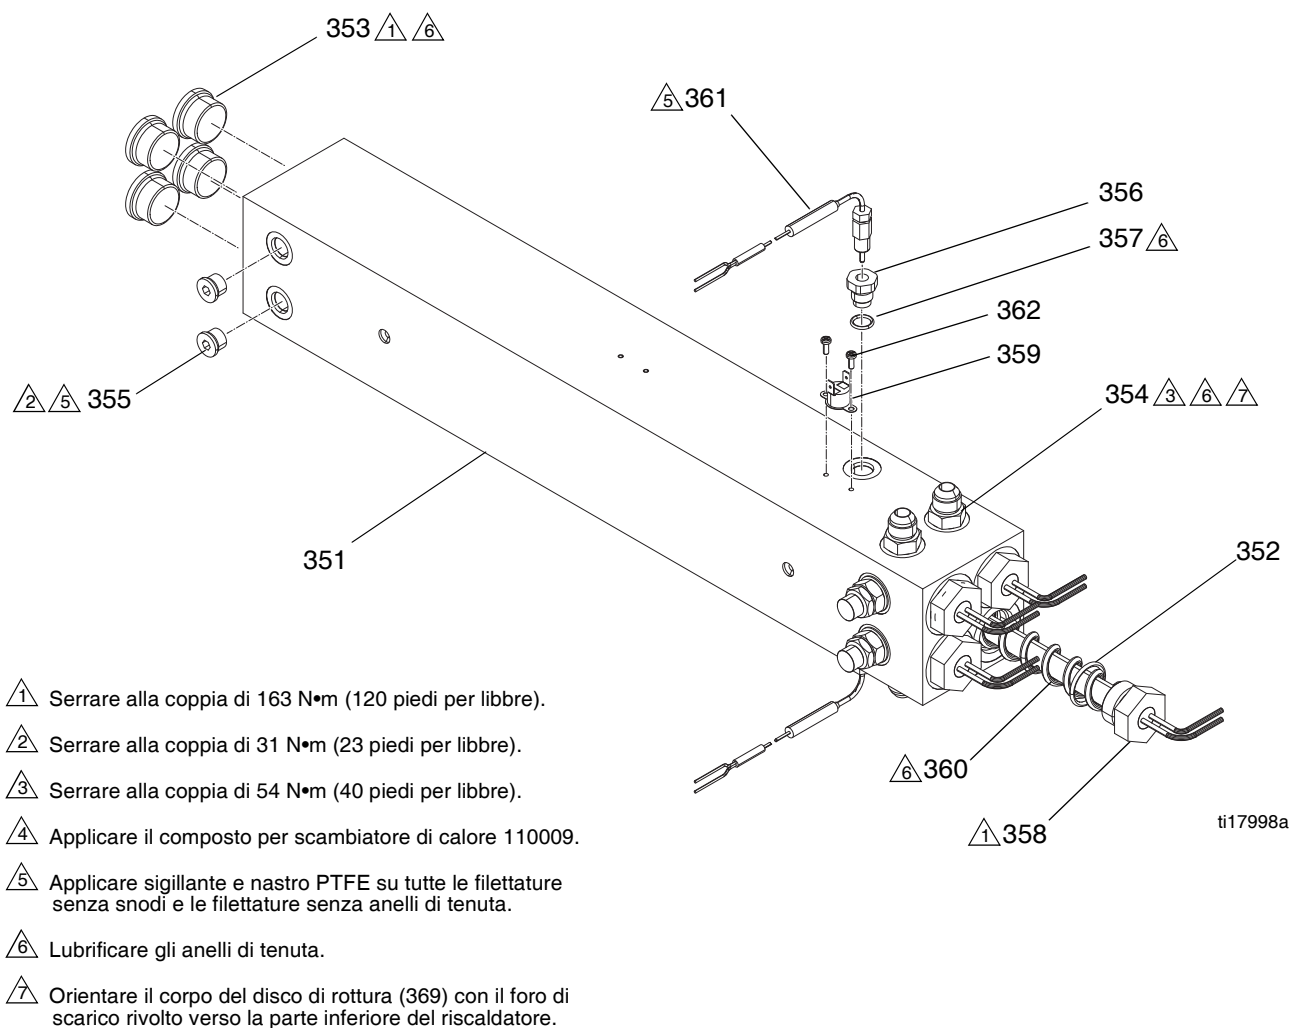

FIG. 7: Riscaldatore bizona (6 o 10 kW)
5. Vedere FIG. 7, pagina 32. Scollegare i fili dell'elemento del riscaldatore dal connettore del riscaldatore. Testare con un ohmmetro.